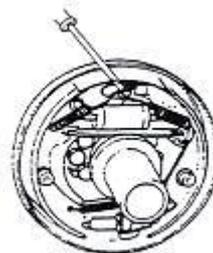

Рисунок 2-12
(2) Снимите возвратную пружину с колодки. См. Рис. 2-12